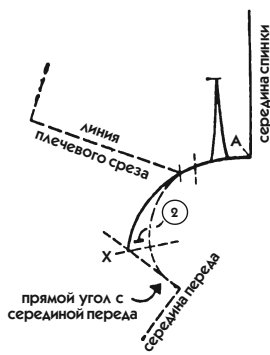

Рис. 759
- Расширьте вырез горловины на величину, забранную в вытачку, и исправьте ее линию и линию плеча (рис. 759).
2. Совместите новую линию плеча с линией плеча переда на базовом лекале пальто, чтобы перевести линию горловины и фрагмент срединной линии переда (см. рис. 759).
- Проведите перпендикуляр к срединной линии переда от крайней точки горловины (пунктирная линия на рис. 759).